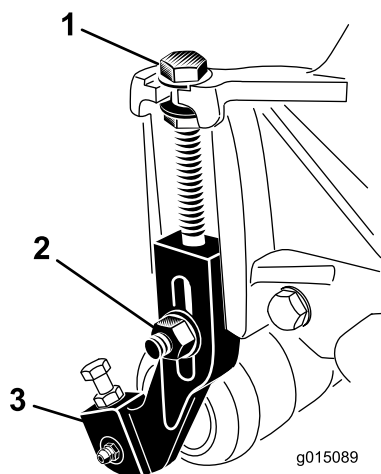

図 18
1. 刈り高アームをカッティングユニットのサイドプレートに固定しているロックナットをゆるめる（図 18）。